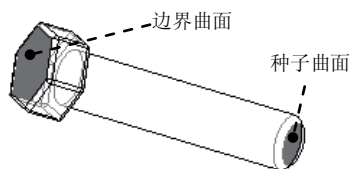

图 6.2.49 定义“种子”面
- 通过定义种子曲面和边界曲面来选择曲面：这种方法将选取从种子曲面开始向四周延伸直到边界曲面的所有曲面（其中包括种子曲面，但不包括边界曲面）。如图 6.2.49 所示，左键单击选取螺钉的底部平面，使该曲面成为种子曲面，然后按住键盘上的 Shift 键，同时左键单击螺钉头的顶部平面，使该曲面成为边界曲面，完成这两个操作后，则从螺钉的底部平面到螺钉头的顶部平面间的所有曲面都将被选取（不包括螺钉头的顶部平面），如图 6.2.50 所示。